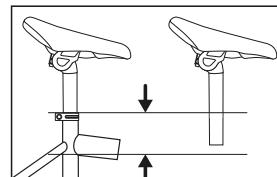

Fig. 3: Altezza della sella / profondità minima di inserimento
- ↳ Prestare attenzione a che l'altezza della sella sia corretta. Durante la regolazione dell'altezza della sella rispettare la profondità minima di inserimento del tubo reggisella (*vedere Fig. 3*). La profondità minima di inserimento è riconoscibile sulla base di una tacca sul tubo reggisella.